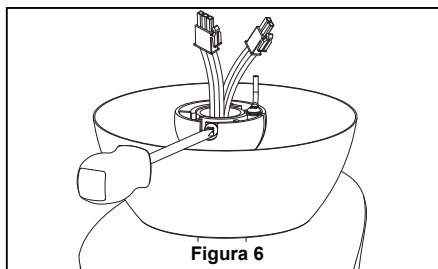

Figura 6
- ☐ 6. Vuelva a colocar la semiesfera en el barral como se indica a continuación. Pase los cables a través de la semiesfera. Pase el pasador a través de los dos orificios en el barral y alinee la semiesfera de modo que el pasador quede atrapado en la ranura de la parte superior de la misma. Empuje la semiesfera hacia arriba, bien ajustada contra el pasador. Ajuste firmemente el tornillo de fijación en la semiesfera. Si el tornillo de fijación está flojo, podría provocar oscilación del ventilador. (Figura 6)